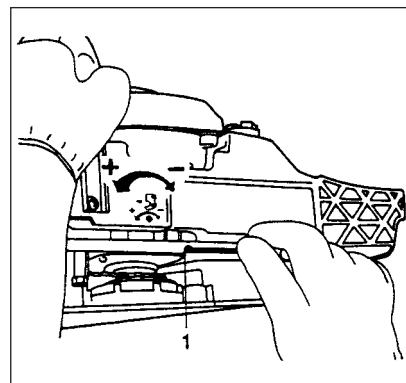

Fig. 2-1C
Pour diminuer la quantité d'huile faire tourner la vis de réglage du débit (1) dans le sens inverse des aiguilles d'une montre. La faire tourner dans le sens des aiguilles d'une montre pour augmenter la quantité d'huile (Fig.2-1C). Ne pas essayer de serrer la vis au delà des marques repères "+" ou "-".